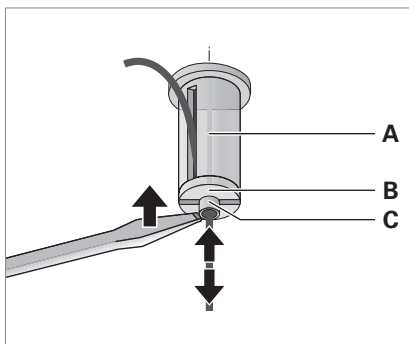

Fig. 4: Suspendre le luminaire.
- ▶ Vissez un support pour câble métallique **B** dans chaque fixation pour plafond **A**, voir Fig. 4.